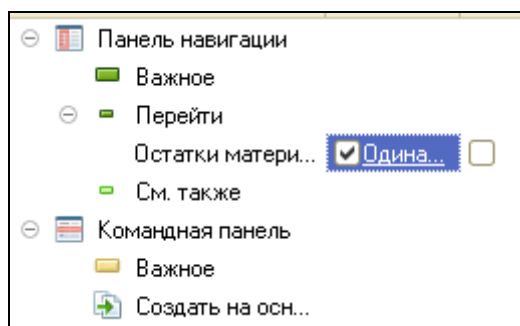

Рисунок 9.5 Редактирование командного интерфейса
6. Отредактировать командный интерфейс формы документа. В панели навигации установить видимость регистра Остатки материалов (рис. 9.5).